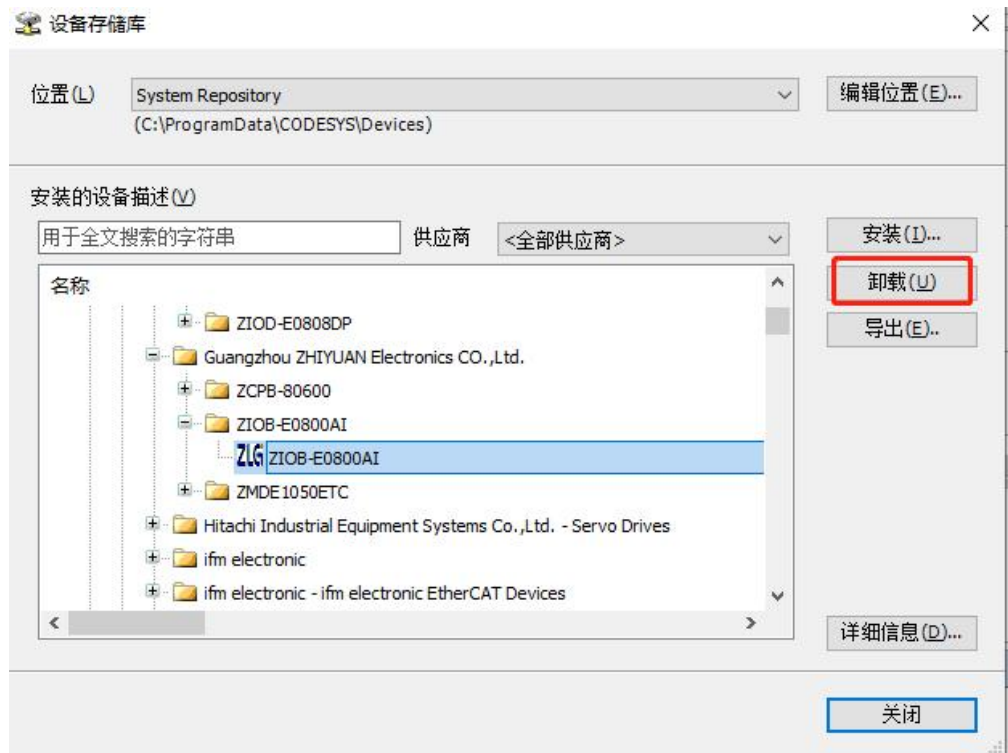

图 4-4 去除旧的描述信息
(2) 如果对应版本固件的 xml 也修改了, 则需使用新的 xml 文件, 在 CODESYS 中点击卸载原来的库, 再重新添加新的 xml 库文件, 如图 4-4 所示。随后移除从站设备, 重新扫描, 即可通讯。